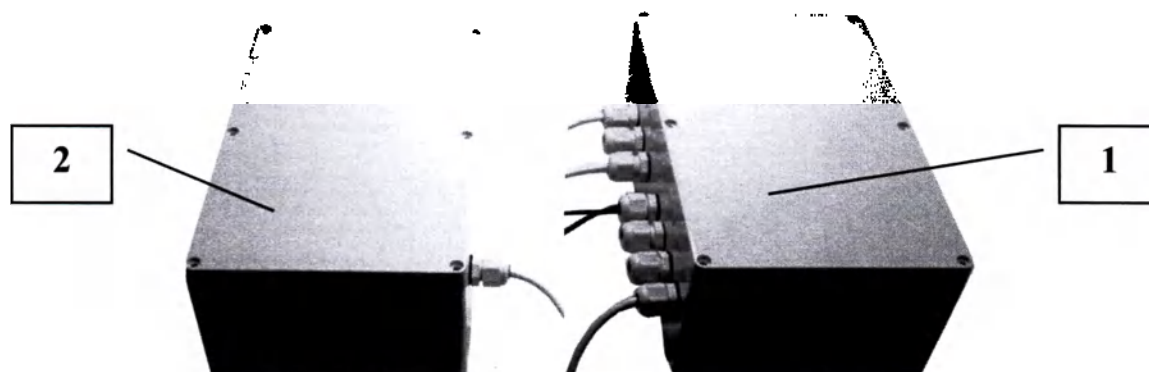

Рисунок 3 – Блок резервного питания и блок управления
5.4 Электронный блок управления и блок резервного питания, рисунок 3, предназначены для управления электроприводами (актуаторами) стола-вертикализатора.
5.4.1 Электронный блок управления, рисунок 3 поз.1, подключается к сети ~230 В, 50 Гц. На боковой стенке блока расположены два светодиодных индикатора зелёного цвета.
5.4.2 Резервный источник питания (рисунок 3 поз. 2) подключается к блоку управления. Внутри резервного источника питания смонтированы два аккумулятора, которые предназначены для обеспечения работоспособности электроприводов (актуаторов) при отключении сети ~230 В, 50 Гц. На боковой стенке расположен переключатель, который включает и отключает резервный источник питания.